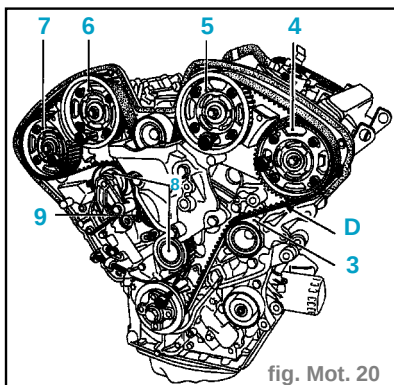

fig. Mot. 20
- Mettre en place la courroie sur le galet enrouleur (3) en s'assurant que le brin (D) de la courroie soit bien tendue (fig. Mot. 20)
- les arbres à cames (4), (5), (6), et (7) (fig. Mot. 20)